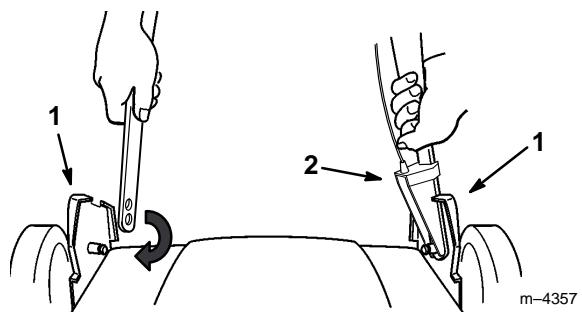

Figure 2
3. Accrocher le bas de la branche gauche du mancheron inférieur et le guide-câble sur le goujon du support de montage de gauche (Fig. 2).
4. Serrer les branches du mancheron inférieur l'une vers l'autre et accrocher le bas de la branche droite du mancheron inférieur sur le goujon du support de montage de droite (Fig. 2).